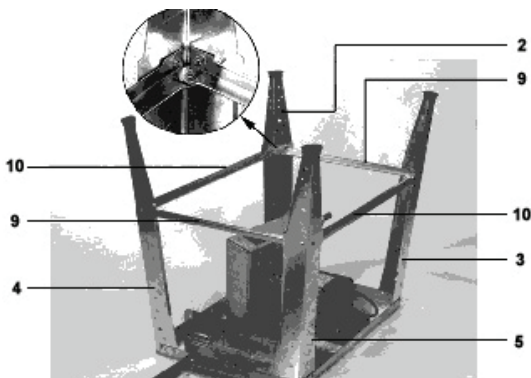

Abb. 6
- Verbinden Sie die Teile 2, 3, 4 und 5 mit den Teilen 9 und 10 (siehe Abb. 6). Die Schrauben dürfen nicht zu fest gezogen werden.